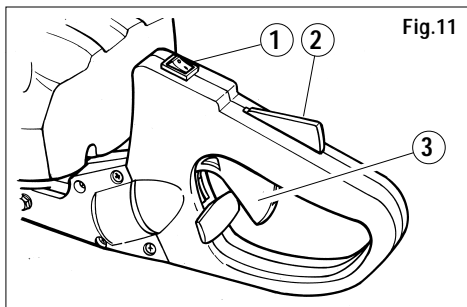

Fig.11
5) Segurar a superfície da pega traseira com a mão esquerda premendo com a palma o bloco acelerador (fig.11 det.. 2), se libera e deste modo o movimento da alavanca do acelerador (fig.11 det.. 3).
1) Para parar o motor, coloque o interruptor (fig.11 det. 1) na posição "OFF".